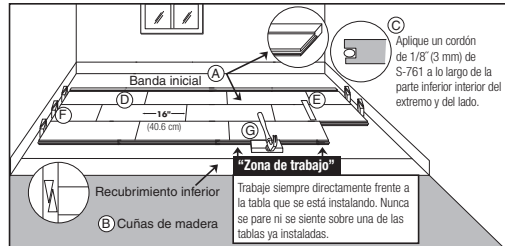

Figura 14
- Elija la primera tabla. Todas las instalaciones se deben iniciar con el lado de la ranura contra la pared utilizando las tablas más largas disponibles. Aplique un cordón continuo de pegamento de 1/8" (3 mm) en la parte interior e inferior de la ranura en el extremo de la tabla. No aplique pegamento del lado de la ranura en este momento (Item C, Figura 14). Los productos con la lengüeta extrema en la izquierda se deben instalar de derecha a izquierda, las lengüetas opuestas se deben instalar de izquierda a derecha. (Item D, Figura 14). Si se utilizó una tabla de sacrificio NO adhiera con pegamento la primera hilera a esta.
- Complete la primera hilera. Corte la última tabla dejando una separación de 1/2" (13 mm) entre la pared y el piso. (Utilice el extremo restante de la tabla cortada como una tabla de inicio para cualquier hilera después de la tercera hilera). Instale una cuña en el extremo de la tabla entre el revestimiento para piso de madera dura y la pared, dejando un espacio de expansión de 1/2" (13 mm). Evite la instalación en las primeras cuatro hileras de tablas que midan menos de 16" (40.6 cm). (Item F, Figura 14).
- Utilice una barra de tracción para empujar la última tabla desde el extremo opuesto. Instale cuñas en la separación y apriete (Item B, Figura 14).
- Corte o utilice una tabla más corta para la primera tabla de la segunda hilera. Comience la segunda hilera aplicando una gota de pegamento de 1/8" (3 mm) a lo largo de la parte interior e inferior de la ranura lateral y extrema de la nueva tabla. Instale la primera tabla de la hilera dos. Aplique una gota de pegamento en la parte interior e inferior de la ranura extrema y lateral de la tabla siguiente e instálela. Cuando esté instalando las tablas, utilice un bloque para golpear contra la lengüeta, no contra la ranura (Item G, Figura 14). Golpee las tablas para colocarlas en su lugar con un martillo en el bloque para golpear. NO golpee el borde directamente con el martillo. Complete la segunda hilera hasta la cuarta usando esta misma técnica. Inserte cuñas en los extremos según sea necesario para restringir el movimiento del piso.